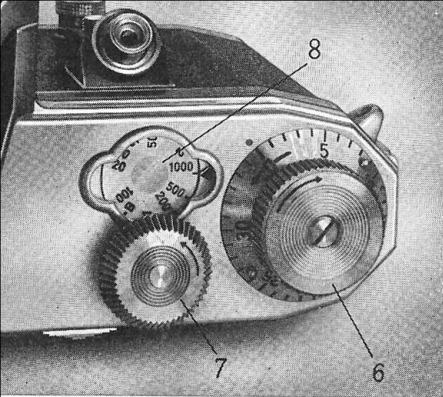

Abb. 1
Durch eine volle Drehung des Knopfes (6) (Abb. 1) in Pfeilrichtung bis zum harten Anschlag - rote Strichmarke im Rändel und roter Punkt müssen sich nun wieder gegenüberstehen - wird der Verschuß gespannt. Dabei werden der Film und die Bildzählscheibe automatisch weiterschaltet und der Spiegel für die Beobachtung des Bildes im Sucher eingeschwenkt.
Auf der Zeitscheibe (8) befinden sich schwarze Zahlen für die kurzen Momentzeiten $\frac{1}{1000}$ Sek. bis $\frac{1}{50}$ Sek. und rote Zahlen für die langen Momentzeiten $\frac{1}{20}$ Sek. bis 1 Sek. und Stellung »B« für beliebig lange Zeitaufnahmen (Abb. 1).
Dann werden die Belichtungszeiten auf den gleichfarbigen (schwarzen oder roten) Zeiger eingestellt, und zwar durch Niederdrücken und gleichzeitiges Drehen des Knopfes (7). Die Verstellung ist bei gespanntem Verschuß in beiden Drehrichtungen, bei abgelaufenem Verschuß jedoch nur in Pfeilrichtung (s. Abb. 1) möglich.